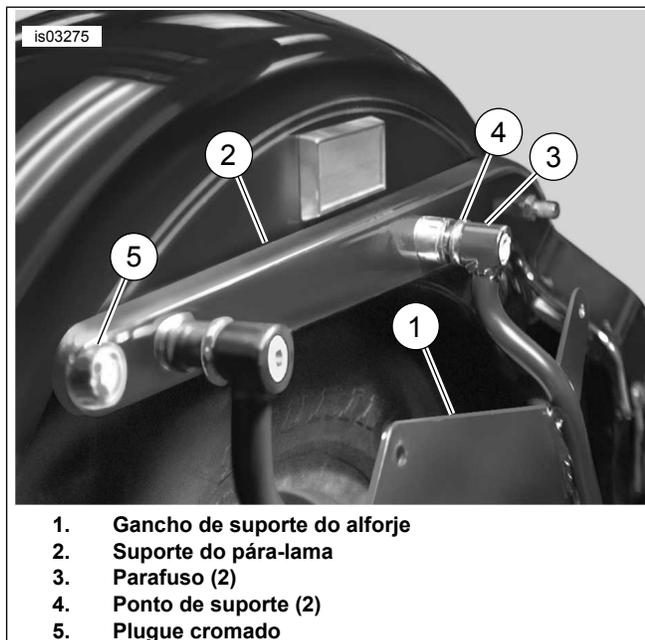
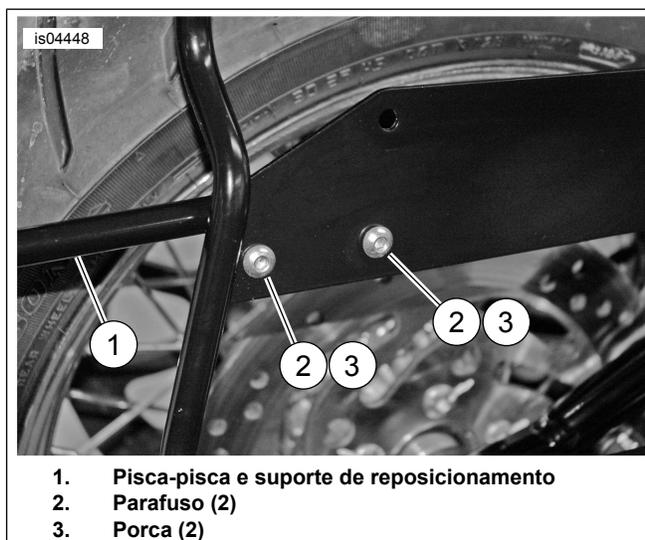

Figura 9. Instalação do gancho de suporte de alforje
Figura 10. Instalação do pisca-pisca e do suporte de reposicionamento
1. Veja a Figura 9. Instale o gancho de suporte do alforje (1) no suporte do pára-lama (2) e no pára-lama usando dois parafusos (3) e a chapa com pinos originais.
3. Se estiver usando ferragens de suporte, instale pontos de suporte (4) entre o suporte do pára-lama e o gancho de suporte do alforje.
4. Empurre o plugue cromado (5) do kit de fiação dentro do furo para cobrir o local do pisca-pisca original.
6. Veja a Figura 10. Instale o pisca-pisca e o suporte de reposicionamento (1) no gancho de suporte do alforje usando dois parafusos (2) e porcas (3).